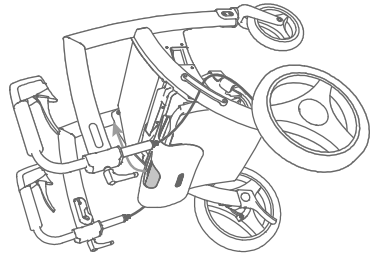

Figura 33: Tire del respaldo arriba
- Si quiere convertir el Andador en una silla de ruedas, despliegue el paquete de la silla de ruedas. Agarre el asa del paquete de la silla de ruedas y tire del respaldo hacia arriba hasta que no vaya más allá y hacia delante hasta la mitad del marco **(Figura 33)**.